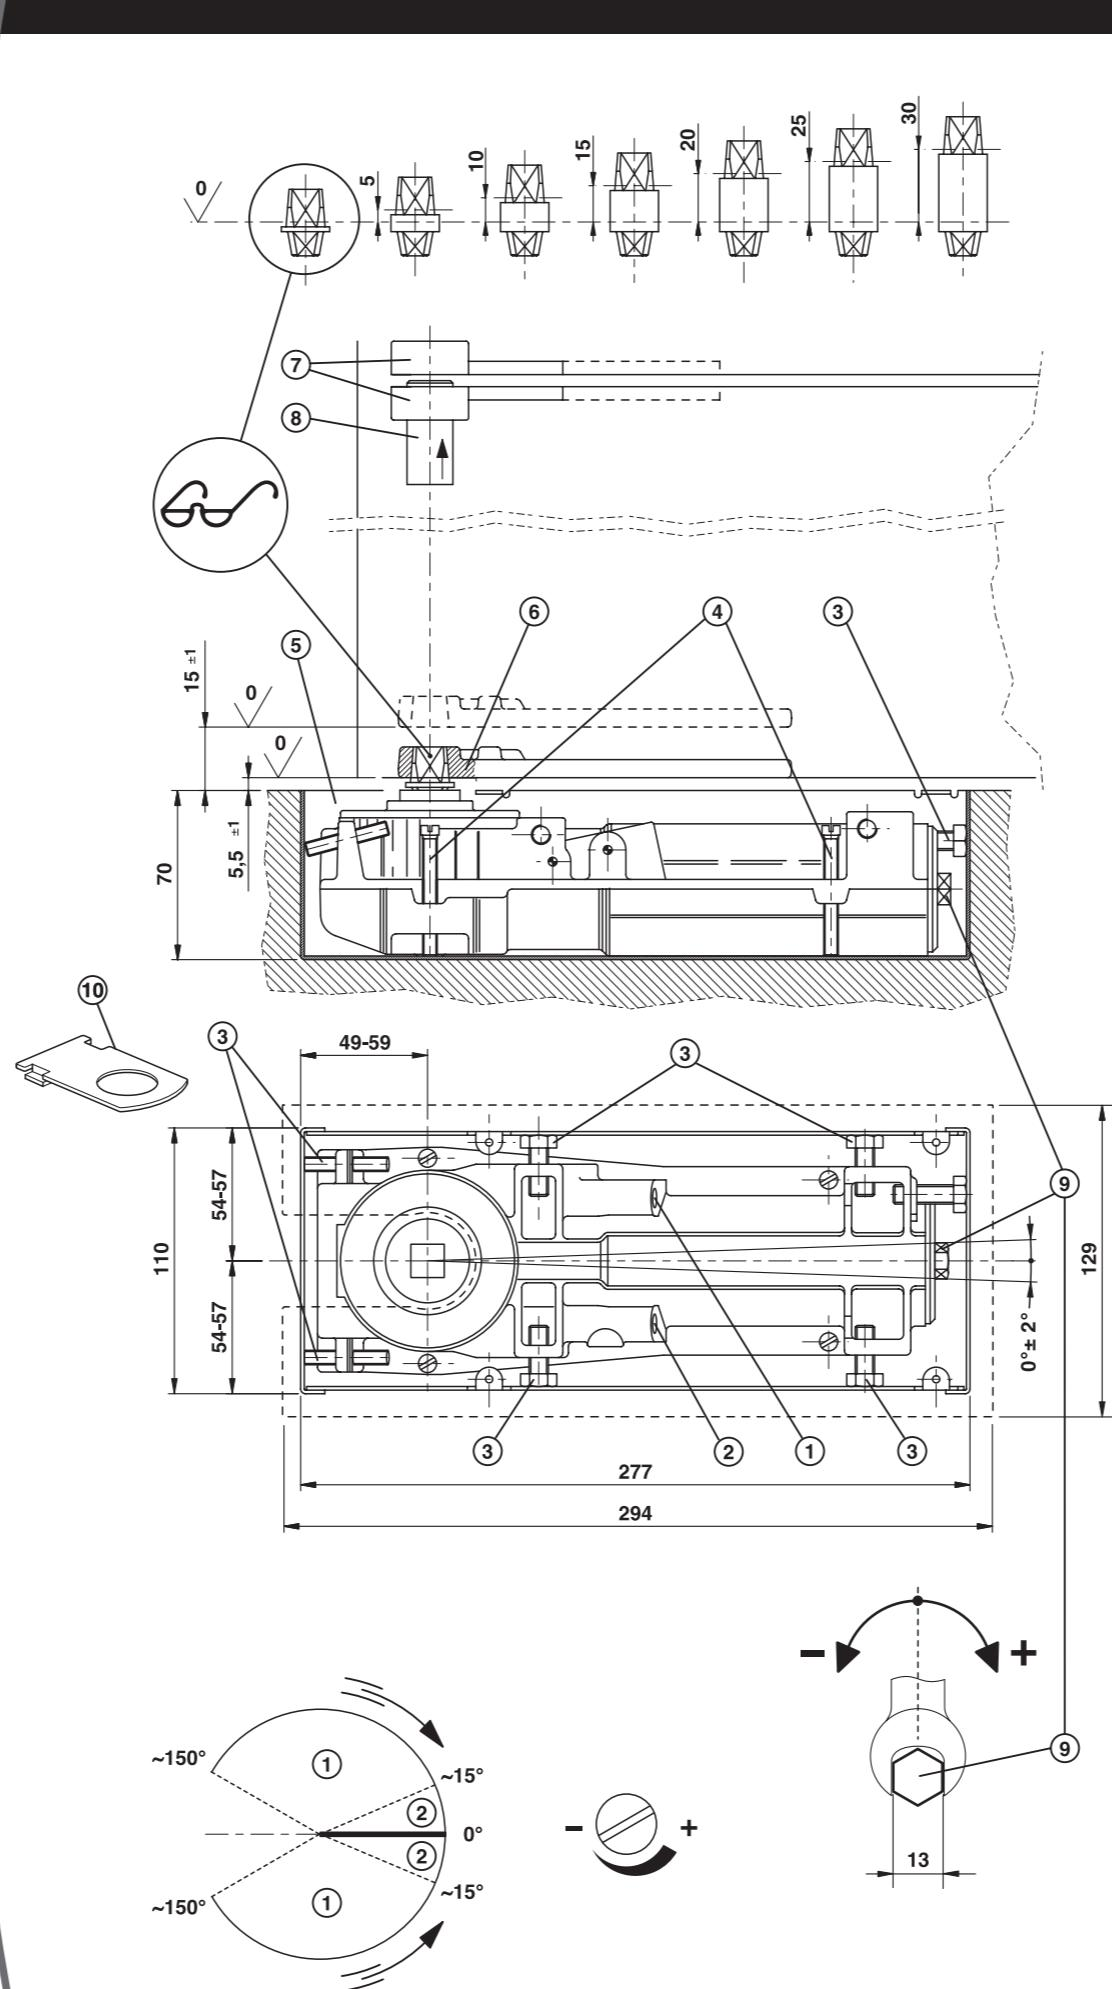

FIG. 1
- Retirar el adhesivo que cubre el alojamiento para el eje e instalarlo como se indica en la Fig.1.
- Montar en la puerta el brazo inferior (6) y superior (7) perfectamente alineados.
- Colocar la caja de instalación (5) en el agujero previamente preparado, asegurándose de que el punto central marcado en la caja esté perfectamente apelmazado con la pieza en el marco del brazo superior. Comprobar que la caja esté a nivel del piso terminado y cementar.
- Introducir el cierrapuertas en la caja de instalación (5) y centrarlo horizontalmente con los tornillos de regulación (3). Coloque el embellecedor del eje (12) antes de colgar la puerta.
- Cerrar completamente las dos válvulas de velocidad (1) y (2), pero sin forzarlas. Utilizando una llave inglesa, girar el eje del cierrapuertas unos 60° en el sentido de apertura de la puerta. Ahora, antes de que el eje vuelva a la posición de puerta cerrada, colgar la puerta sobre el eje del cierrapuertas y conectar las piezas del brazo superior con el bulón (8). Bloquear el bulón.
- Abrir ligeramente las válvulas de velocidades (1) y (2) para permitir que la puerta se cierre. Alinear la puerta con los tornillos de regulación horizontal (3) y vertical (4). Asegurar de que la puerta no tenga puntos de fricción y de que el pivote superior (7) esté a plomo con el eje del cierrapuertas. Fijar el cierrapuertas en la caja (5) apretando los tornillos (9) y (11).
- REGULACIÓN DE LA FUERZA DE CIERRE (Y APERTURA):** en la caja de instalación: Apretar los tornillos (3). Colocar las placas (9) sobre los tornillos (10). Asegurarse de que las placas apoyan perfectamente sobre el cierrapuertas. Apretar las tuercas (11) en los tornillos (10), sin excederse. Si dispone de una llave dinamométrica aplique un apriete de 10-15 Nm.
- REGULACIÓN DE VELOCIDADES:** Cerrar del todo la válvula de golpe final (2), pero sin apretar demasiado. Abrir la puerta 80° y regular a voluntad la velocidad de cierre con la válvula (1) mientras se está cerrando. Regular la velocidad final abriendo la válvula (2) suavemente. Se recomienda girar las válvulas un cuarto de vuelta cada vez, teniendo presente que partiendo de la posición cerrada, la velocidad máxima se obtiene con tres giros completos. No sobrepasar nunca este límite, ya que se podría producir una perdida de aceite, anulando la garantía de fábrica del producto.